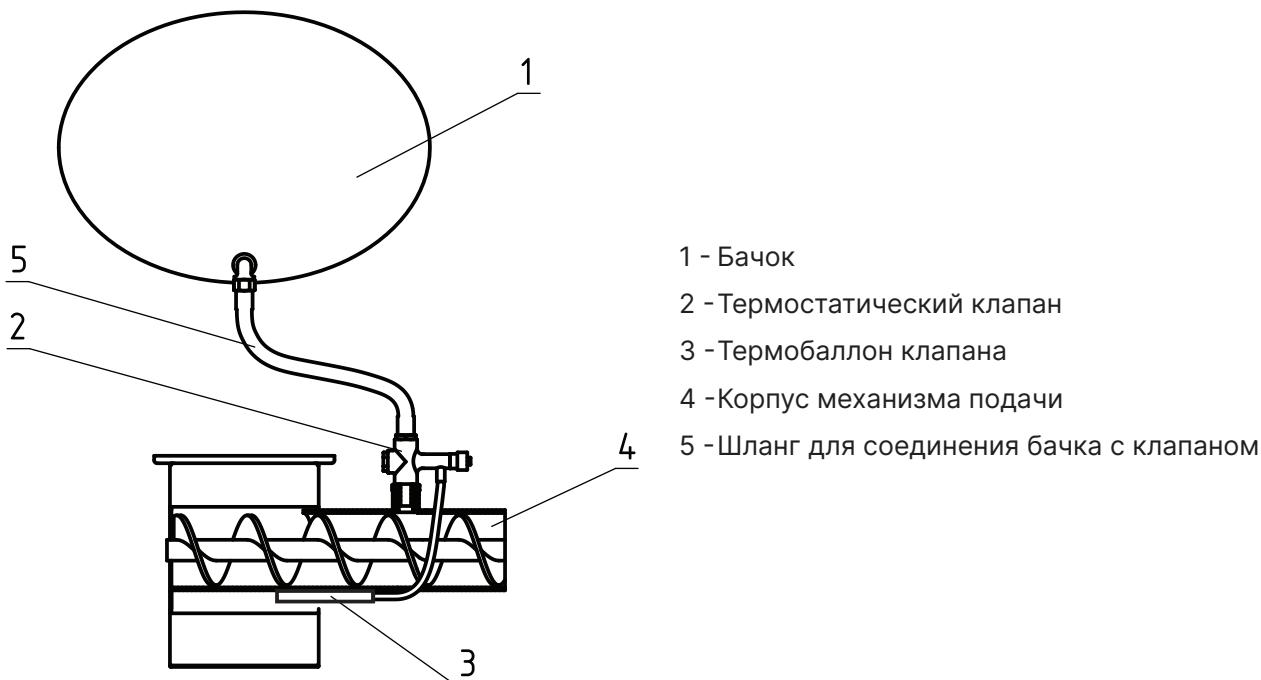

Рис.4 Система охлаждения топливопровода
- При использовании в качестве топлива топливных гранул, древесных пеллет или пеллет из лузги подсолнечника для обеспечения полной пожарной безопасности необходимо устанавливать систему охлаждения топливопровода (опция, **см. Рис.4**). Система охлаждения топливопровода, наполненная водой является основным элементом защиты котла от протлевания топлива в бункер;
- В качестве опции доступна система охлаждения топливопровода (**см. Рис.4**);
Внимание! Термобаллон клапана (Рис.4, поз.3) должен быть зафиксирован в гильзе двумя винтами.